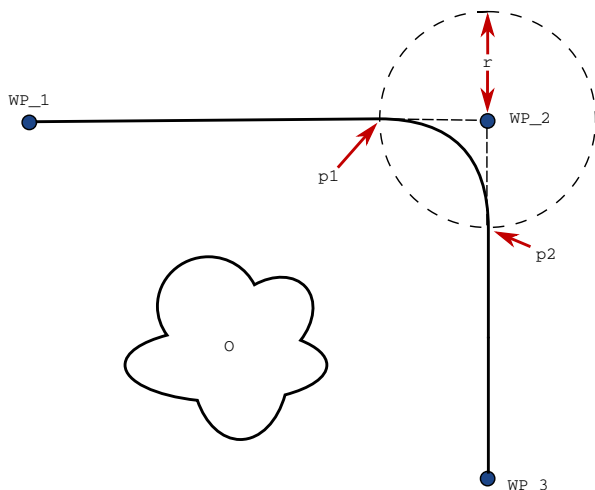

图 14.3: 与半径  $r$  在 WP\_2 上方交融，初始交融位置位于  $p1$ ，最后交融位置位于  $p2$ 。O 为障碍物。
**交融参数** 除了路点，还有多个参数将影响交融轨迹（参见图 14.3）：